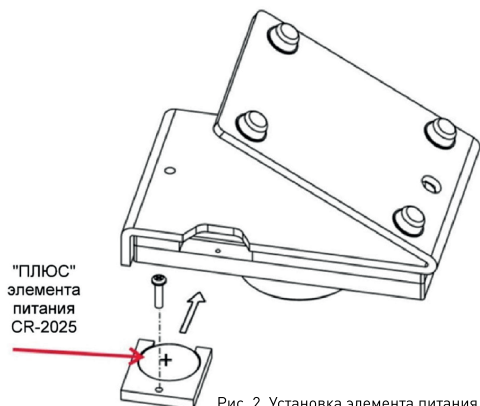

Рис. 2. Установка элемента питания.
- 3.2. Установите элемент питания в контейнер и установите контроллер в панель, соблюдая полярность, как указано на Рис. 2. Закрепите контейнер в панели при помощи винта.